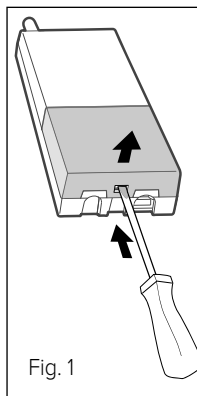

Fig. 1
- Aprire il coperchio esercitando una leggera pressione sulla linguetta posta in basso al ripetitore (Fig.1).